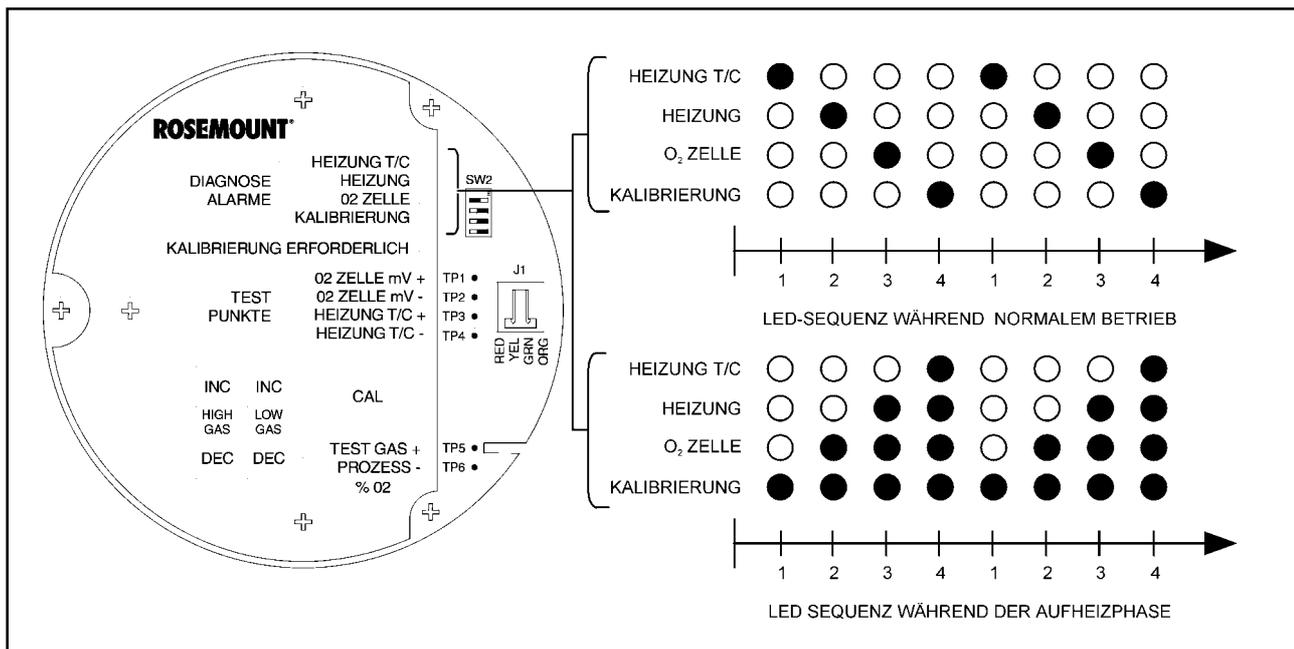

Abbildung III-3 LED Sequenzen bei normalem Betrieb und während der Aufheizphase
- ❑ **Anzeige nach dem Einschalten.** Wenn die Netzspannung am Gerät anliegt, wird die Zellenheizung automatisch eingeschaltet. Das Erwärmen der Zelle auf Betriebstemperatur dauert ca. eine halbe Stunde. Dieser Zustand wird durch die vier oberen LED's unter DIAGNOSE ALARME auf dem Tastenfeld angezeigt (siehe Abbildung III-3). Die LED's leuchten beginnend mit KALIBRIERUNG in aufsteigender Reihenfolge auf, bis alle vier LED's eingeschaltet sind. Dann gehen alle vier LED's aus und der Zyklus beginnt erneut bis die Messzelle die Solltemperatur von 736 °C erreicht hat.